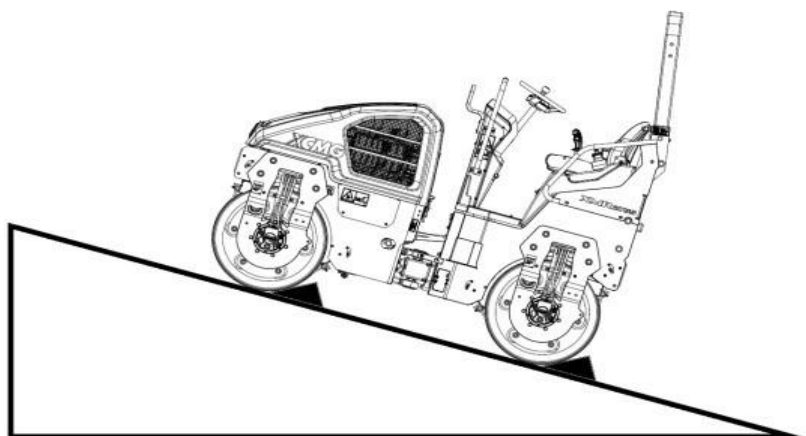

Рисунок 6-13: Остановка на склоне, заблокировать машину.
3. Если необходимо остановить машину на склоне, заблокировать передние и задние валцы камнями, деревянными блоками и так далее (см. рисунок 6-13);